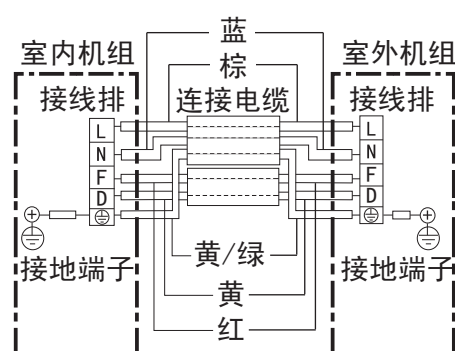

图13
(1) 用附件 ⑧ 及 ⑩ 连接电缆按接线图13要求正确地连接室内外机组，绝对不可连接错误。
(2) 连接电缆必须用室内外机组上的电线压板压紧。
- 接地线必须根据图13所示用连接电缆中黄/绿色导线接至带有“⊕”标记的接线端子上。